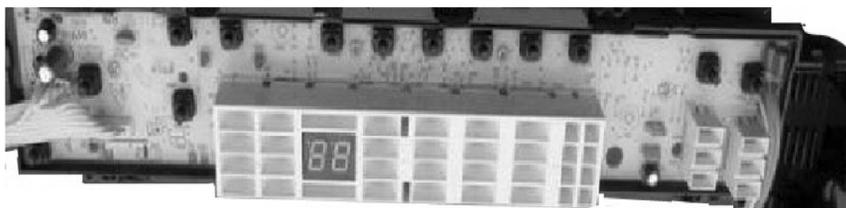

图 6-48 海尔 XQB50 - S9288 型波轮式洗衣机电脑板
**【附注】** 海尔 XQB50 - S9288 型波轮式洗衣机电脑板如图 6-48 所示。